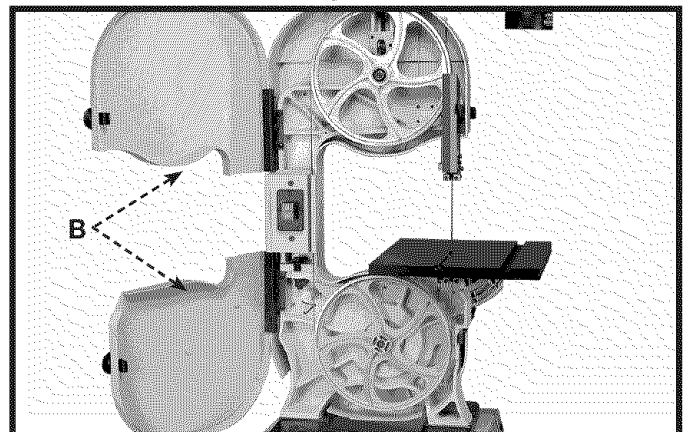

Fig. 23A
2. Fig. 23A ilustra las puertas (B) en la posición abierta.